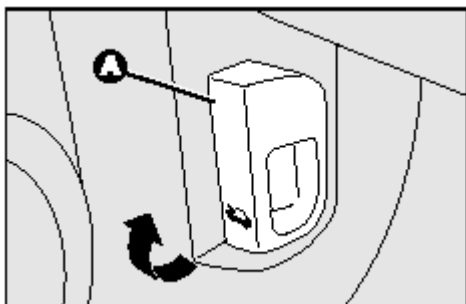

Рис. 95
- Потянуть рычаг **A** - **рис. 95** по направлению стрелки;
Передние опоры дуг крепятся в точках А, В, С – рис.95.